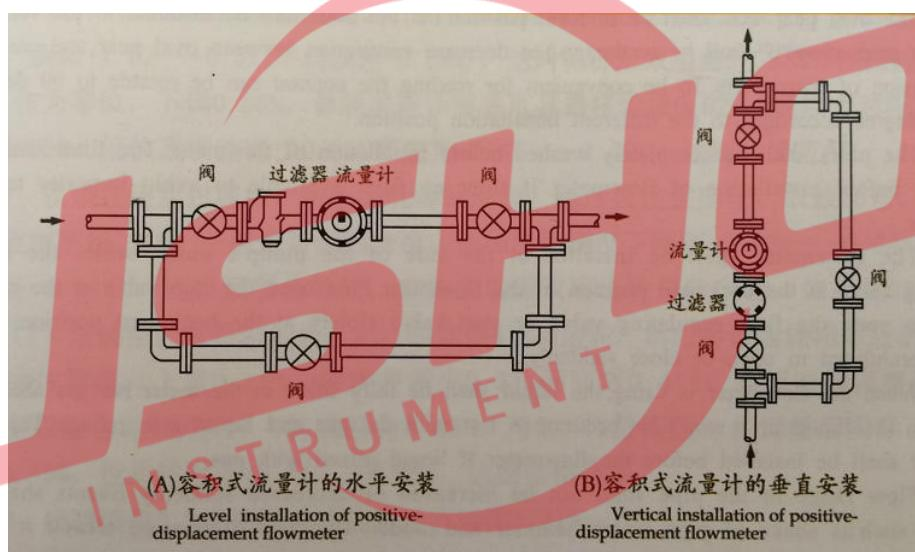

图 5 安装位置 Picture 5 Installation position
3、仪表中的椭圆齿轮轴尽可能安装成水平位置，即刻度盘应安装成垂直位置（分度“0”就在上面），以减少椭圆齿轮与壳体的摩擦，降低零件的磨损。由于安装位置不同，为了便于读数，可将计数器（表头）旋转 90 度或 180 度。（见图 5）